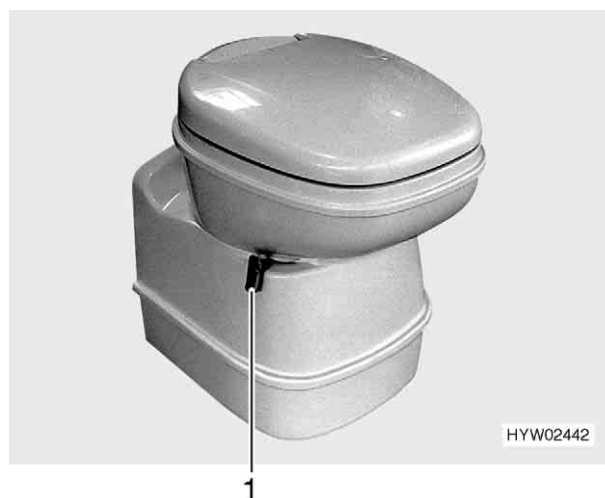

Fig. 108 Tazza del WC Thetford
- Prima di tirare l'acqua, aprire il cursore della toilette Thetford. A tal fine girare la leva del cursore (Fig. 108,1) in senso antiorario.
- Dopo aver tirato l'acqua chiudere il cursore. Girare la leva del cursore (Fig. 108,1) in senso orario.
- Girare la leva del cursore (Fig. 108,1) in senso orario. Il cursore viene chiuso.